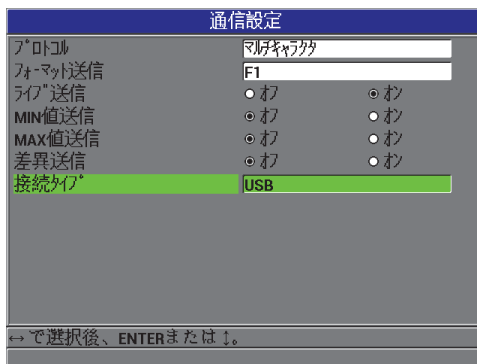

図 8-1 通信設定画面 — USB
5. 通信設定画面で、接続タイプを USB に設定します（134 ページ図 8-1 参照）。